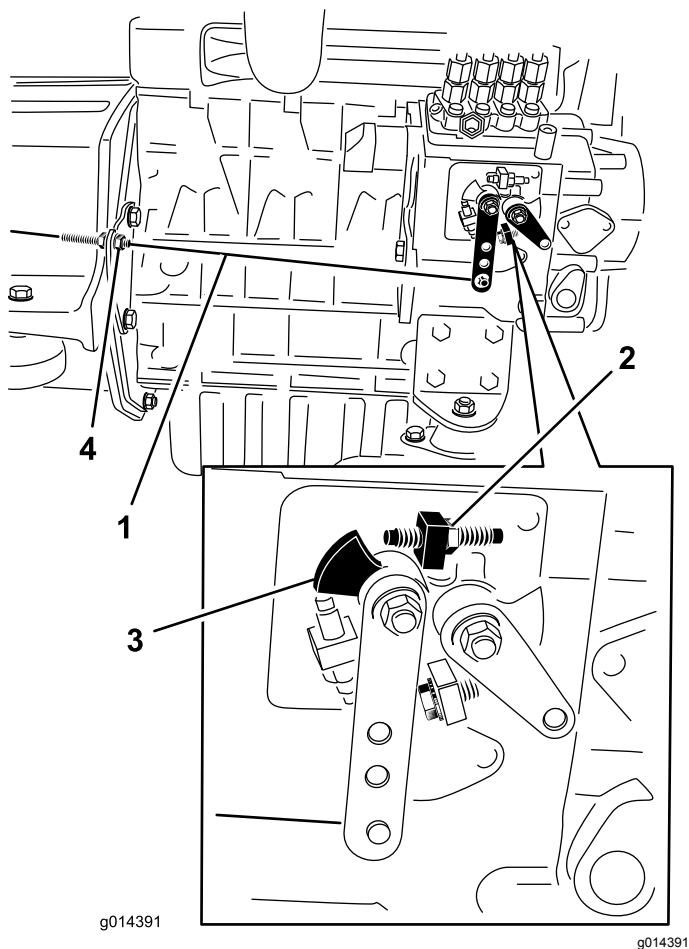

図 34
2. 燃料噴射ポンプについている速度コントロールレバーの位置を確認する。スロットルコントロールレバーをFAST位置ディテント位置にセットした状態で、速度コントロールレバーが高速ねじに接触していれば適正である 図 34。
3. 必要であれば、スロットルコントロールケーブルのジャムナットの位置を調整して、スロットルコントロールレバーがFASTディテント位置にきた時に速度コントロールレバーが高速ねじに接触するようにする 図 34。